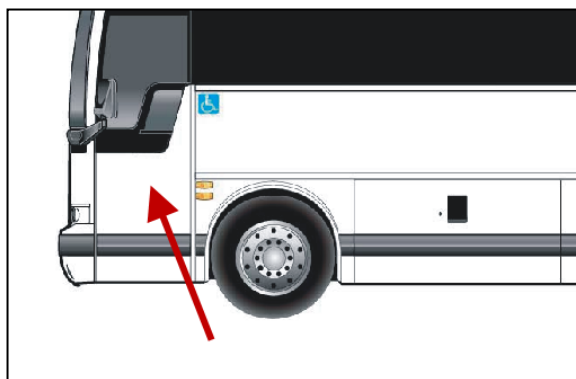

FIGURE 3
5. Localiser le compartiment de service avant (Figure 3).